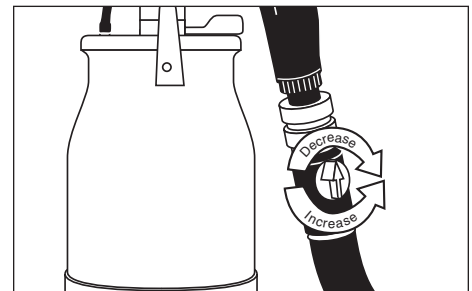

Figura 11 - Ajuste do fluxo de ar
- Para ajustar a um padrão fino, gire o botão de controle de fluxo de ar no sentido horário para diminuir e no sentido anti-horário para aumentar o fluxo de ar (Veja a Figura 11).